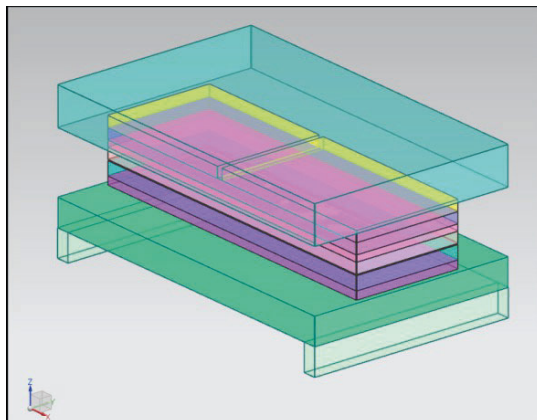

Рис. 7.19. Отредактированный пакет штампа
27. Нажмите **Применить**. Результат операции показан на рис. 7.19.